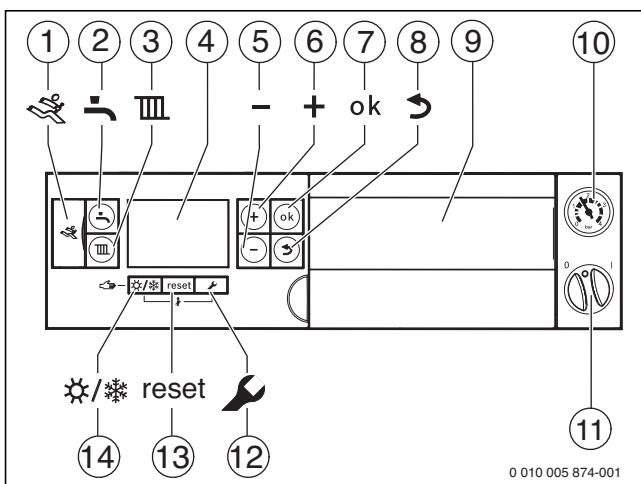

Bild 20 Bedienfeld bei geöffneter Bedienfeldblende
- Ein- und Ausschalten des Heizkessels und aller angeschlossenen Module über den Schalter Ein/Aus (→ Bild 20, [11])
- Taste : Umschaltung „Sommer-/Winterbetrieb“ (→ Bild 20, [14])